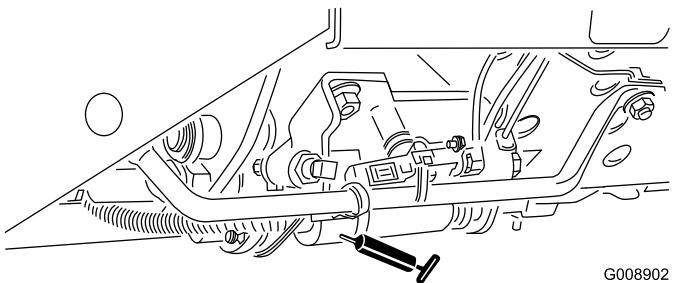

Figura 38
- Mando segar/transportar (Figura 38)